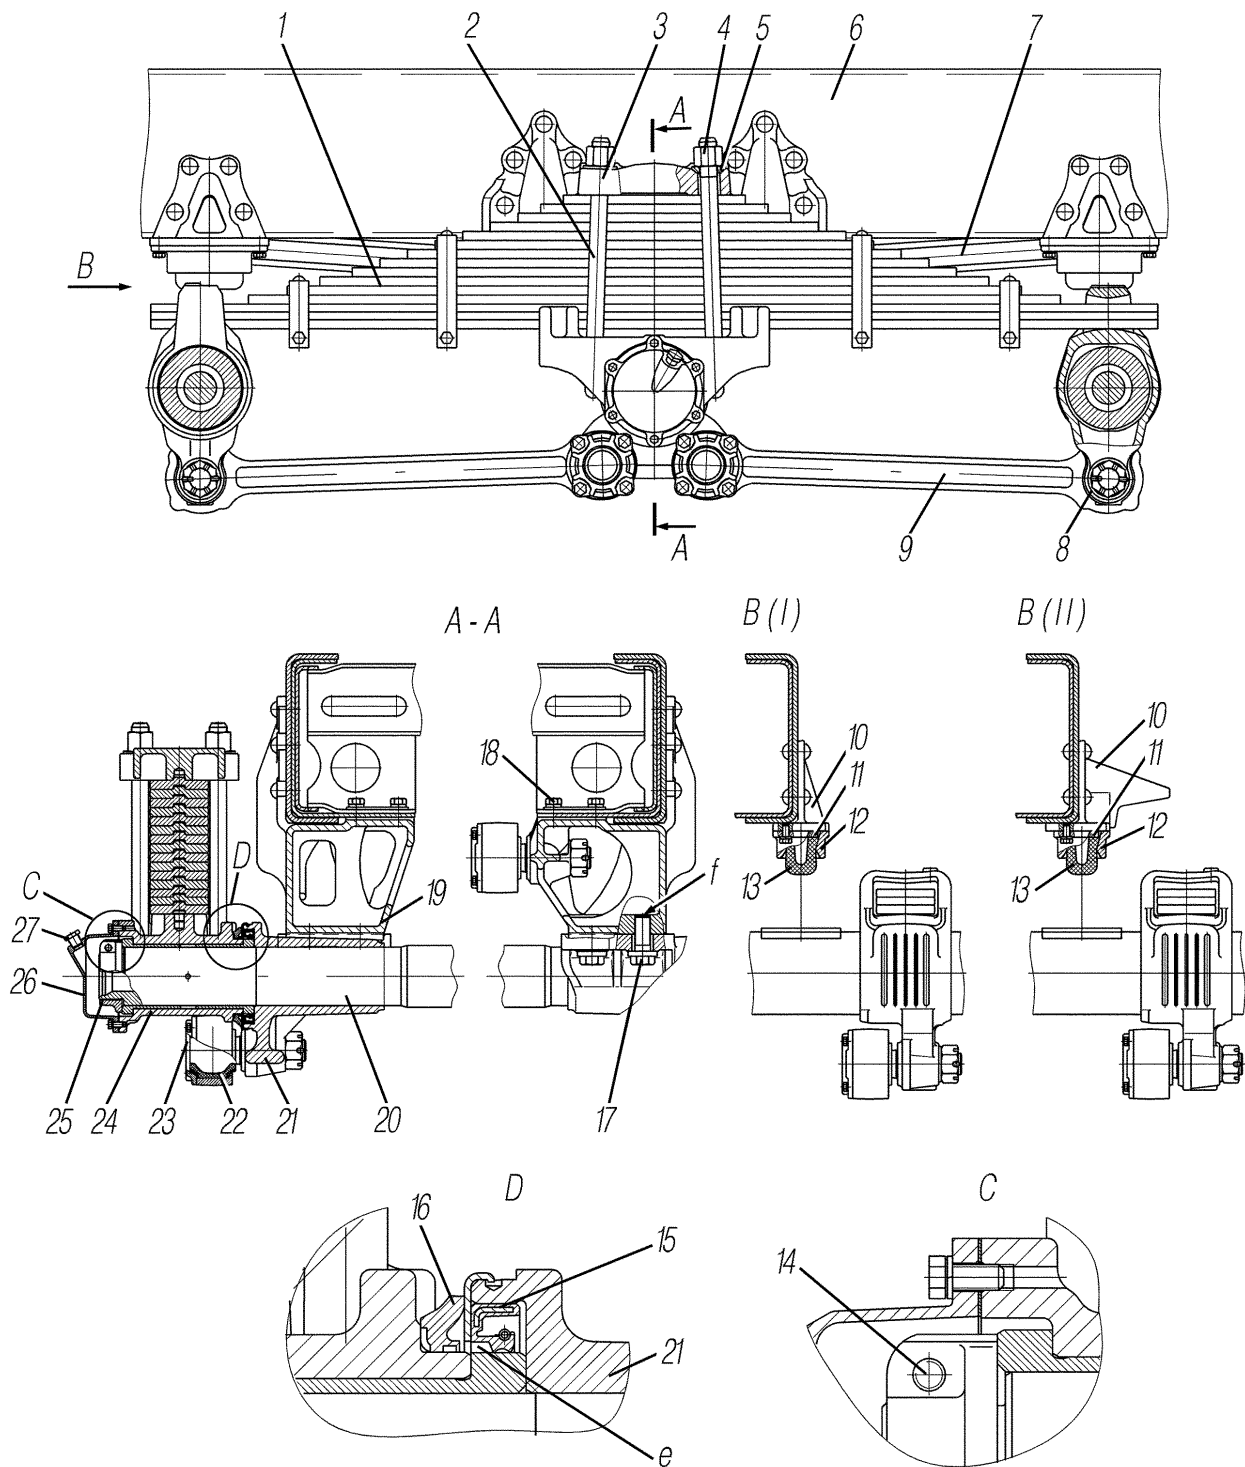

Рис. 9. Подвеска среднего и заднего мостов:
**Задняя подвеска** балансира типа. Концы рессор входят в проушины опорных кронштейнов 8 (рис. 9).
Для снятия стремянок 2 (см. рис. 9) без отсоединения реактивных штанг поддомкратьте автомобиль, установите под ось балансира или раму подставку. Отверните гайки стремянок и снимите накладку рессоры. Опустите автомобиль на подставку так, чтобы между рессорой и балансиром образовался зазор. Поверните балансир на небольшой угол и снимите стремянку.